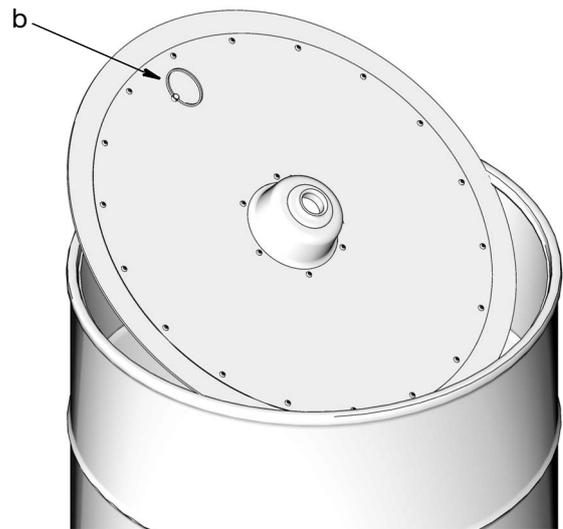

FIG. 6
- S'il s'agit d'une installation existante, allez vers le fût et tirez sur l'anneau (b) du plateau suiveur pour enlever le plateau suiveur (FIG. 6). Posez le plateau suiveur sur du papier, du carton ou des chiffons propres. **NE LES POSEZ PAS SUR LE SOL DE L'ATELIER.**